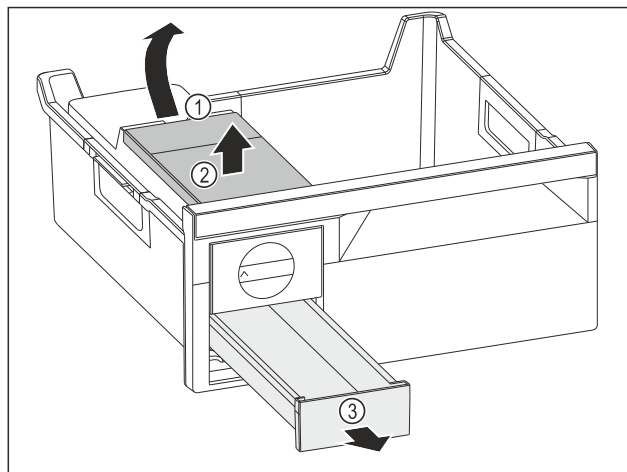

Fig. 129
- ▶ Estrarre il serbatoio dell'acqua: Sollevare il serbatoio dell'acqua nel vano Fig. 129 (1).
- ▶ Estrarre il serbatoio dell'acqua Fig. 129 (2) verso l'alto.
- ▶ Estrarre il cassetto del ghiaccio Fig. 129 (3) in avanti.